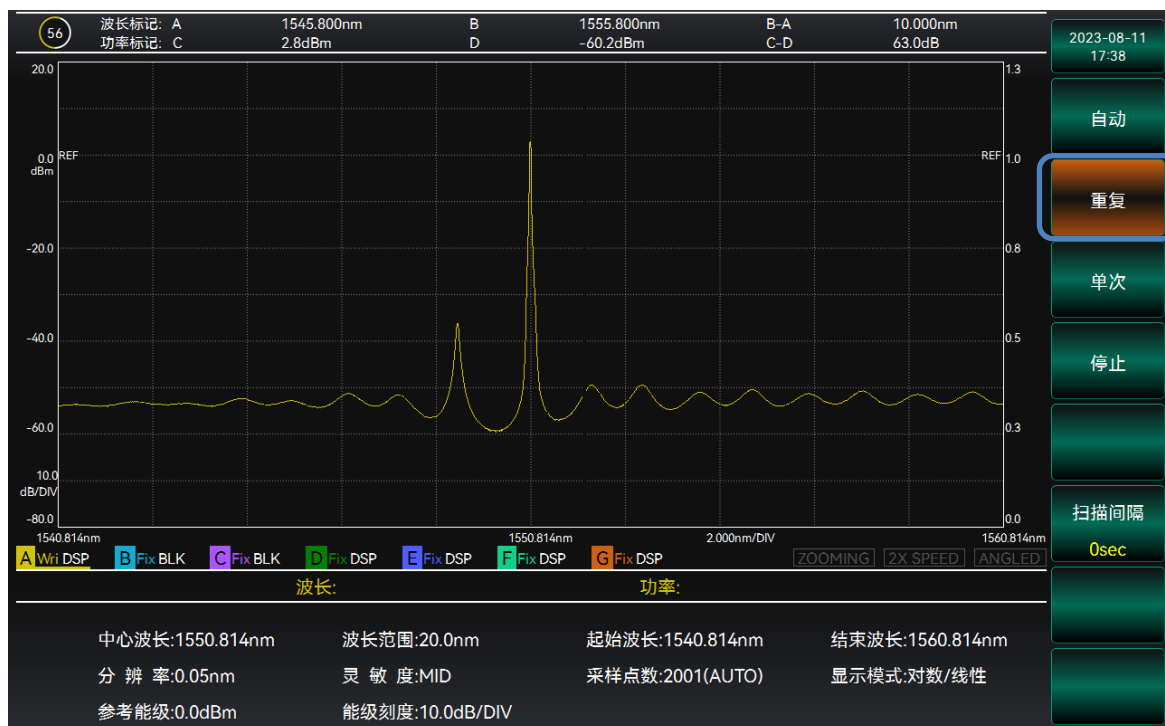

图 3.10 重复扫描结果示意图
2. 选择【重复】，开始扫描。扫描完成后如图 3.10 所示。